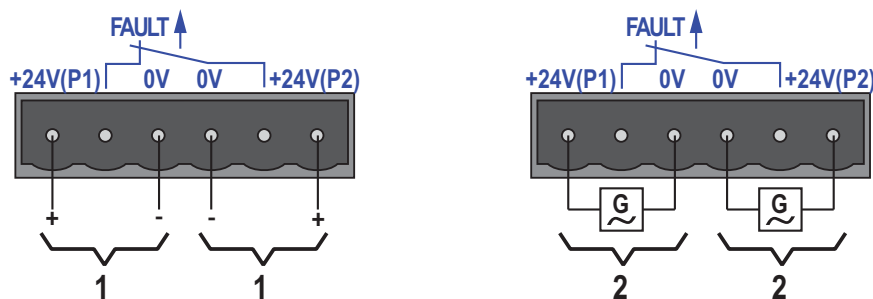

图 4: 电源连接 6 针接线盒
您可选择将直流或交流电压作为电源连接。请使用引脚 +24V 和 0V 连接交流电压 (参阅图 4)。
- ▶ 信号触点（“FAULT”，接线盒的引脚分配参见图 4）负责设备的功能监控并执行远程诊断。你可以在管理中确定功能监控的方式。